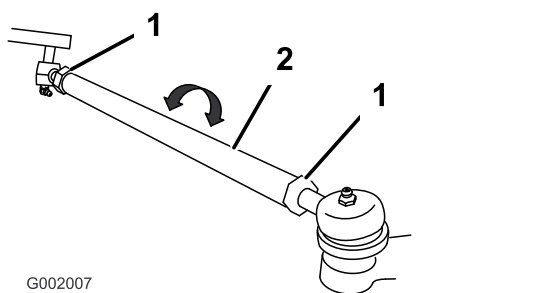

Figura 49
5. Se la misura non rientra nel campo specificato, allentate i controdadi da ambo i lati dei tiranti (Figura 49).